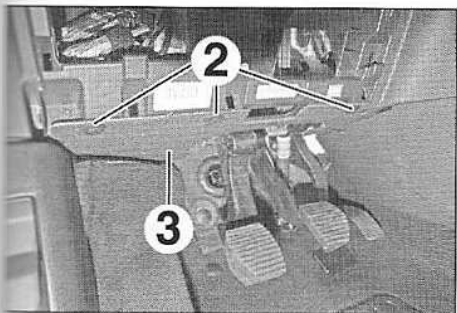

FIG.21
- Déposer (Fig.21) :
- les agrafes (2),
- la garniture inférieure gauche (3).